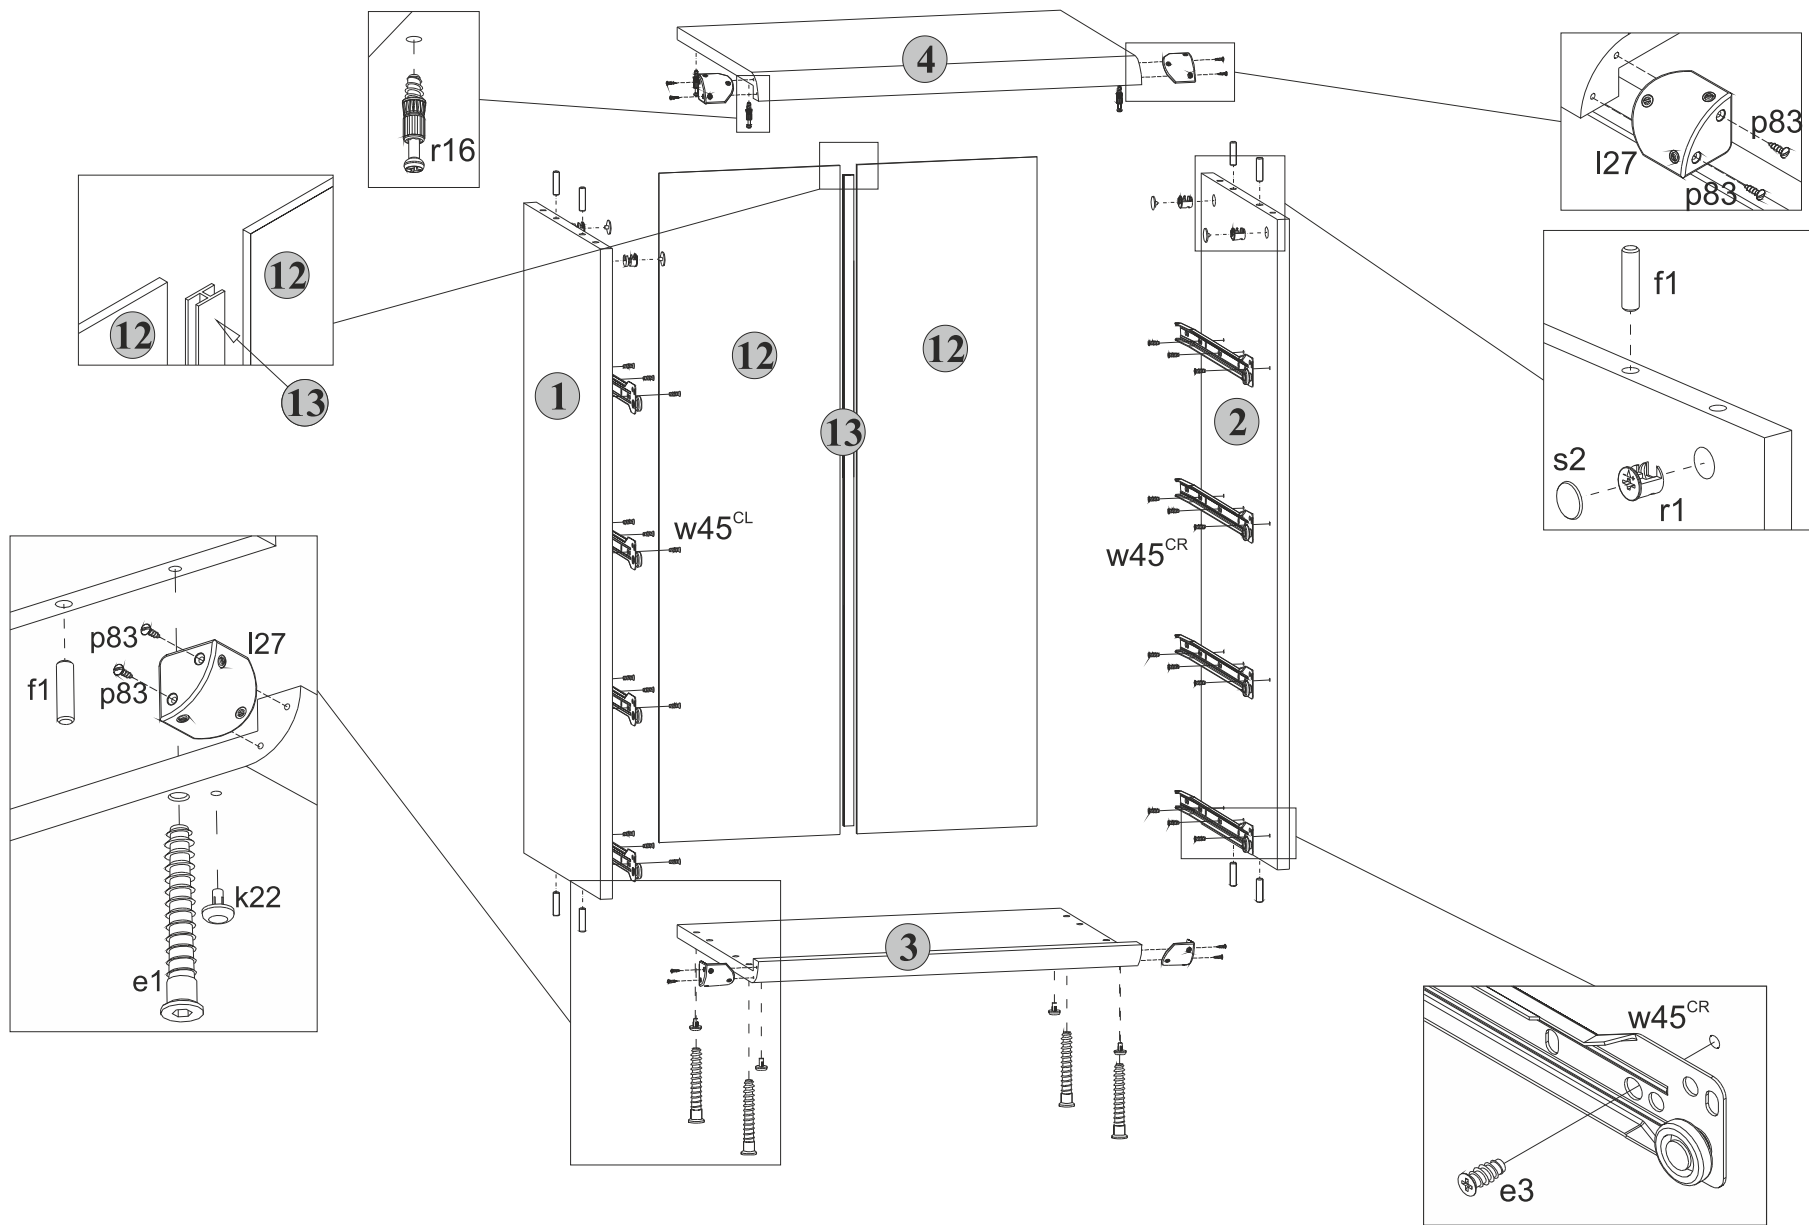

Рис. 2
5.5 В отверстия диаметром **5 мм** на нижней поверхности щита верхнего **4** вкрутить винты стяжки **r16**, пользуясь крестообразной отверткой (см.рис. 2).
5.6 В отверстия диаметром **4,5 мм** на нижней поверхности щита нижнего **3** вставить опоры полимерные **k22** (подпятники) (см.рис. 2).
5.8 К стенкам боковым **1** и **2** присоединить щит нижний **3** и стянуть еврошурупами **e1**, пользуясь специальным ключом **z1** из комплекта фурнитуры (см.рис. 2).
5.2 В отверстия диаметром **8 мм** на верхних и нижних кромках стенок боковых **1** и **2** вбить деревянные шканты **f1** (см.рис. 2).
5.4 На внутренних поверхностях стенок боковых **1** и **2** в отверстия диаметром **15 мм** вставить стяжки эксцентриковые **r1** (см.рис. 2).